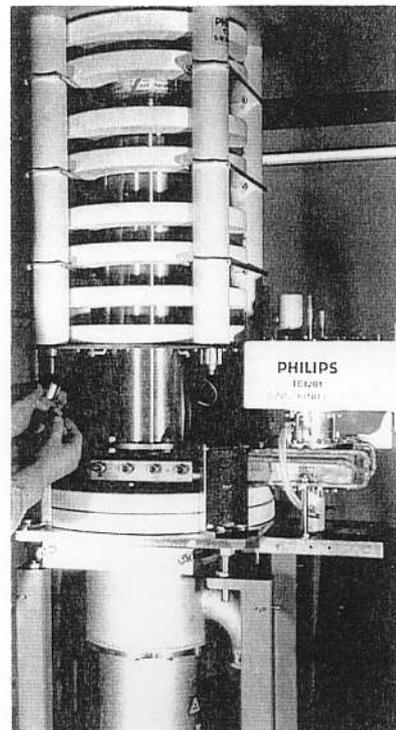
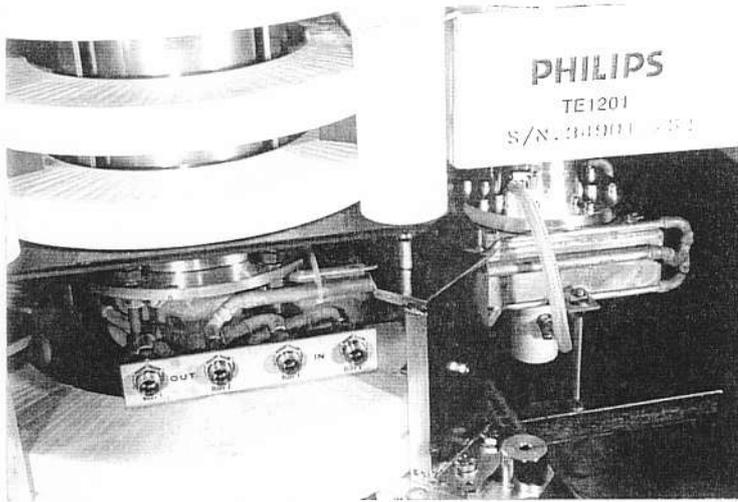
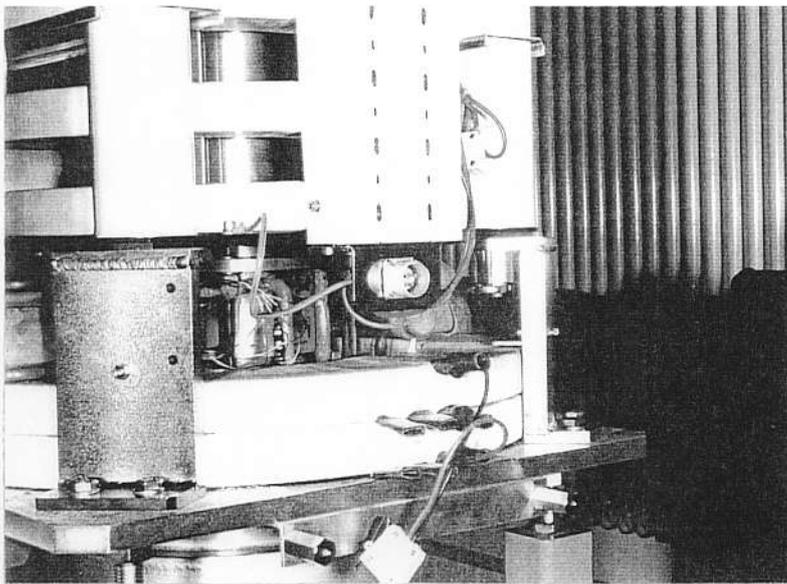

Abb. 37. Demontage der Spannhülsen des Magnetgestells
Abb. 38. Absetzen des Magnetgestells
Abb. 39. Festschrauben des Magnetgestells
- c) Die 4 Spannhülsen des Magnetgestells werden demontiert (Abb. 37.) und das Magnetgestell abgesetzt (Abb. 38.). Dabei ist darauf zu achten, daß das HF - Kabel nicht geklemmt wird. Das Magnetgestell wird mit den Spannhülsen am Betriebsgestell festgeschraubt (Abb. 39.).